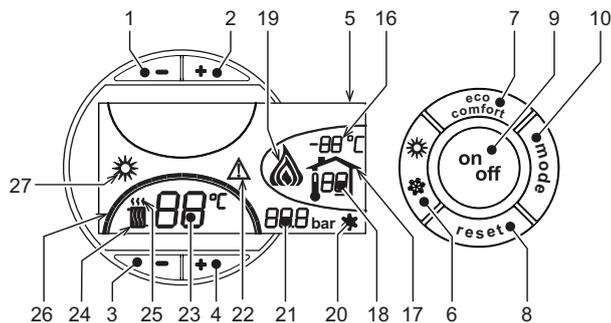
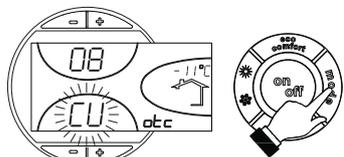
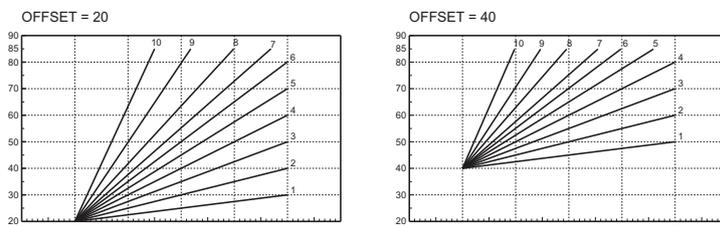

рис. 1 - Панель управления
рис. 9 - Кривая погодозависимого регулирования
рис. 12 - Пример параллельного смещения кривых погодозависимого регулирования
Нажмите клавишу on/off (поз. 9 - рис. 1) в течение 1 секунды.
Для повторного включения котла снова нажмите клавишу on/off (поз. 9 рис. 1) в течение 1 секунды.
- Нажмите кнопку ВКЛ/ВЫКЛ (9 - рис. 1)
Нажмите клавишу **Лето/Зима** (поз. 6 - рис. 1) на 1 секунду.
На дисплее высвечивается символ "Лето" (поз. 27 - рис. 1). При этом котел будет вырабатывать только воду для ГВС. Остается активная система защиты от замерзания.
Для выключения режима "Лето" вновь нажмите клавишу **Лето/Зима** (Поз. 6 - рис. 1) на 1 секунду.
Температура в системе отопления регулируется в пределах от 30°C до 80°C с помощью клавиш (дет. 3 и 4 - рис. 1).
Температура в системе ГВС регулируется в пределах от 10°C до 65°C с помощью клавиш (поз. 1 и 2 - рис. 1).
При установке внешнего датчика (опция) на дисплей панели управления (поз. 5 -) выводится рис. 1 текущая внешняя температура, измеряемая этим датчиком. При этом система управления котлом работает в режиме "Плавающая температура". В этом режиме температура воды в системе отопления регулируется в зависимости от внешних климатических условий с тем, чтобы обеспечить максимальный комфорт и экономию энергии в течение всего года. В частности, при увеличении температуры наружного воздуха уменьшается температура подаваемой в систему отопления воды в соответствии с определенной "характеристикой компенсации".
В режиме плавающей температуры величина, заданная с помощью клавиш регулировки отопления (поз. 3 и 4 - рис. 1), становится максимальной температурой воды системы отопления. Рекомендуется устанавливать ее на максимальную величину, чтобы позволить системе выполнять регулировку во всем полезном рабочем диапазоне.
При однократном нажатии на клавишу **Режим** (поз. 10 - рис. 1) отображается фактическая компенсационная кривая (рис. 9), которую можно изменить с помощью **клавиш системы ГВС** (поз. 1 и 2 - рис. 1).
При нажатии **клавиш регулировки температуры отопления** (поз. 3 и 4 - рис. 1) обеспечивается доступ к режиму параллельного изменения кривых (рис. 12), изменяемого с помощью **клавиш системы ГВС** (поз. 1 и 2 - рис. 1).
При повторном нажатии клавиши **Режим** (поз. 10 - рис. 1) осуществляется выход из режима регулировки параллельных кривых.
Если к котлу подключено устройство дистанционного управления с таймером (опция), вышеописанные регулировки производятся в соответствии с указаниями, приведенными в таблице 1. При этом на дисплее пульта управления (поз. 5 - рис. 1) высвечивается температура в помещении, измеряемая устройством дистанционного управления.
Выбор режимов ECO/COMFORT	При выключении режима ГВС с пульта ДУ котел переходит в режим "Эко-поту". В этих условиях клавиша 7 - рис. 1 на панели котла отключена.
При включении режима ГВС с устройства ДУ с таймером котел устанавливается в режим Comfort. В этих условиях с помощью клавиши 7 - рис. 1 на панели управления котла можно выбрать любой из этих двух режимов.